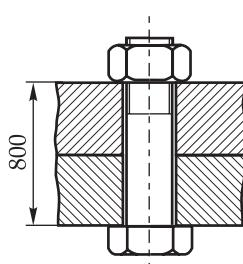

Рис. 2.9
**2.20.** Сталевий болт з'єднує дві жорсткі деталі (рис. 2.9). Яке додаткове напруження виникне в ненарізаній частині стрижня болта після додаткового підтягування гайки на  $1/6$  оберта? Крок різьби  $S = 3$  мм. Деформацією різьби і деталей знехтувати. Вважати, що після підтягування гайки напруження в гвинті не перевищить границі пропорційності матеріалу гвинта. Модуль пружності сталі  $E = 2 \cdot 10^5$  МПа.